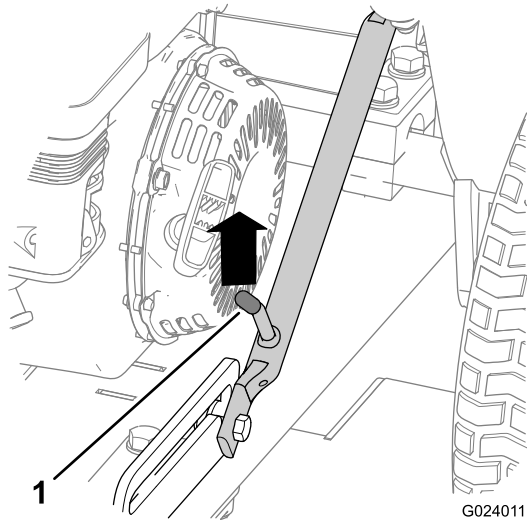
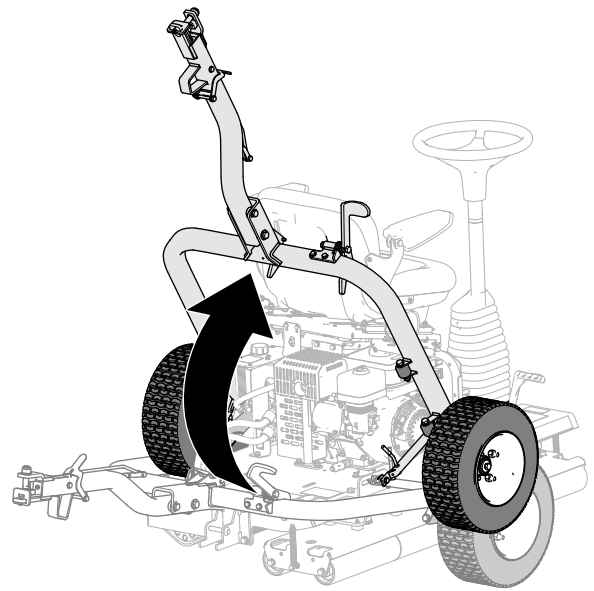

图 17
图 22
1. 向上推动挂钩组件直至闩锁杆从滑块锁销中松开 图 17。
5. 提起挂钩 (图 22)、直到门锁杆锁入滑块锁销 (图 17)。